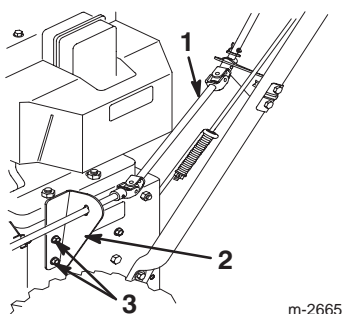

Figure 14
1. Enlevez les deux vis du support de la tige de commande sur le côté gauche du châssis (Fig. 14).
4. Posez le support à l'aide des deux vis (Fig. 14).